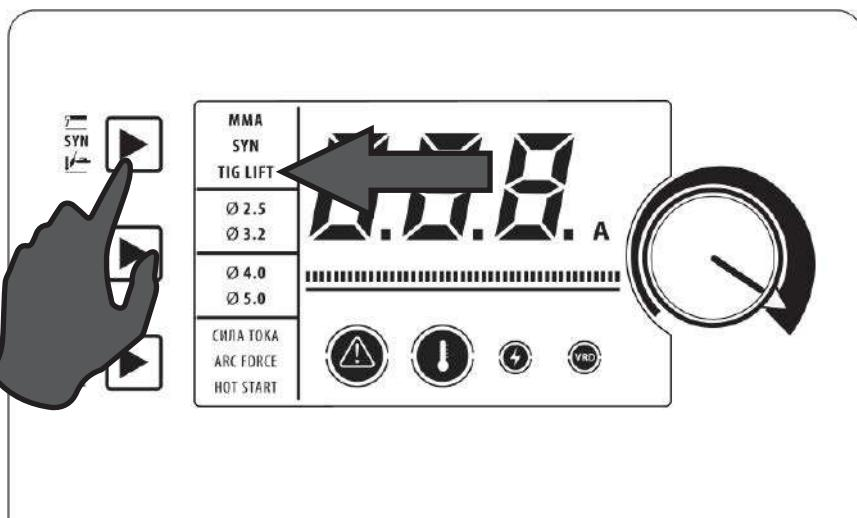

Рис. 9.1.1. Выбор режима сварки.
- Перейдите в режим TIG Lift (см. рис. 6.1.1, поз. 1) на передней панели сварочного аппарата (см. рис. 9.1.1).